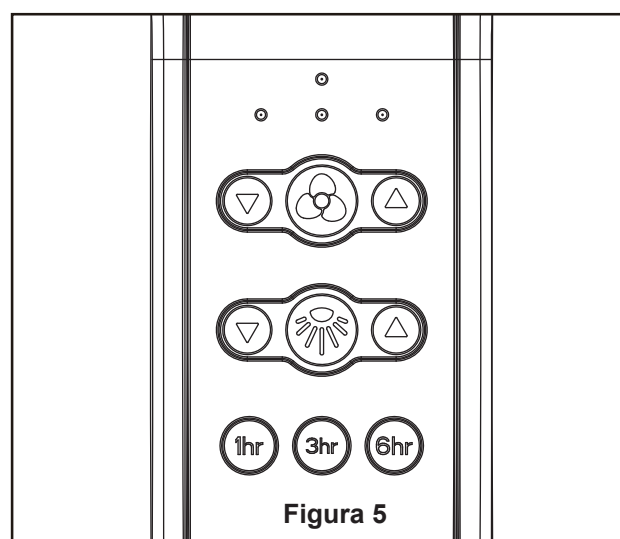

Figura 5
- ☐ 4. Una vez realizadas las conexiones, los cables deben ser colocados de forma extendida poniendo el conductor de la toma de tierra y el conductor de toma de tierra del equipo a un lado de la caja, colocando el conductor sin toma de tierra en el otro lado de la caja. gire los conductores hacia arriba y, con cuidado, colóquelos dentro de la caja de salida; con los conductores blancos y verdes hacia un lado y los conductores negros hacia el otro. (Figura 5)
5. Funciones del control remoto: (Figura 5)